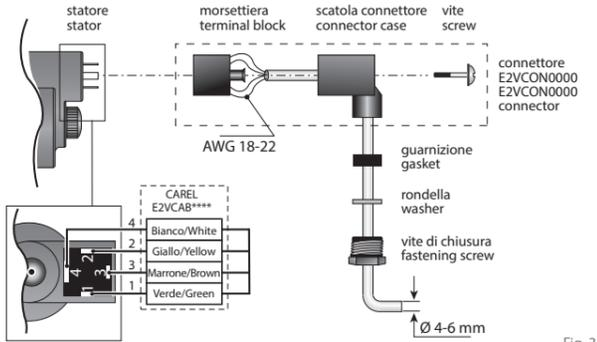

Fig. 3
Collegare un connettore costampato IP67 (E2VCAB****) la cui mappatura è 1 Verde, 2 Giallo, 3 Marrone, 4 Bianco. Alternativamente collegare un cavo quadrupolare al connettore a cablare IP65 (E2VCON0000) secondo lo schema in Fig. 3: il connettore è di tipo standard DIN 43650. Per cablare il connettore E2VCON0000 si consiglia l'utilizzo di cavi AWG18-22 con un diametro esterno da 4 a 6 mm per consentire un'adeguata presa della guarnizione esterna. Successivamente collegare le quattro fasi motore al vostro dispositivo driver in modo che la fase n°1 della E⁵V, E⁶V, E⁷V corrisponda al morsetto n°1 del driver e così via. Attenzione: la fase n°4 è indicata sullo statore valvola con il simbolo di terra. Sono disponibili cavi schermati opzionali (E2VCABS****) per applicazioni in accordo alla direttiva 2004/108/EC e successive modifiche.
7. Connect the pre-wired connector to the socket on the stepper motor and tighten the screw, applying a force of around 0.5 Nm, following the instructions shown in Fig. 3. Then connect the four-pin end of the cable to the corresponding terminals on the CAREL EVD*** driver or other approved CAREL controller, and set the parameters according to the values shown in the table below.
Connect an IP67 co-molded connector (E2VCAB****) with mapping 1 Green, 2 Yellow, 3 Brown, 4 White. Alternatively, connect a four-wire cable to the IP65 connector (E2VCON0000) as shown in the diagram in Fig. 3: this is a standard DIN 43650 connector.
- Raccorder le connecteur déjà câblé au moteur pas à pas dans le logement correspondant et serrer la vis avec un couple de 0,5Nm en suivant les indications de la Fig. 3. Connecter ensuite l'extrémité quadripolaire du câble aux bornes correspondantes du Driver CAREL EVD*** ou du régulateur homologué CAREL et configurer les paramètres selon la valeur reprise au tableau ci-dessous.
Connecter un connecteur moulé IP67 (E2VCAB****) dont la topographie est 1 Vert, 2 Jaune, 3 Marron, 4 Blanc. Connecter alternativement un fil quadripolaire au connecteur à câbler IP65 (E2VCON0000) selon le schéma à la Fig.3: le connecteur est de type standard DIN 43650. Pour câbler le connecteur E2VCON0000 on conseille d'utiliser des fils **AWG18-22 d'un diamètre externe de 4 à 6 mm** pour permettre une prise adaptée de la garniture externe. Successivement brancher les quatre phases moteur à votre dispositif driver de façon que la phase n°1 de la E6V, E7V corresponde à la borne n°1 du driver et ainsi de suite. **Attention: la phase n°4 est indiquée sur le stator du détendeur avec le symbole de la terre.** Des câbles blindés sont disponibles en option (E2VCAB5***) pour des applications conformément à la directive 2004/108/EC et modifications successives.